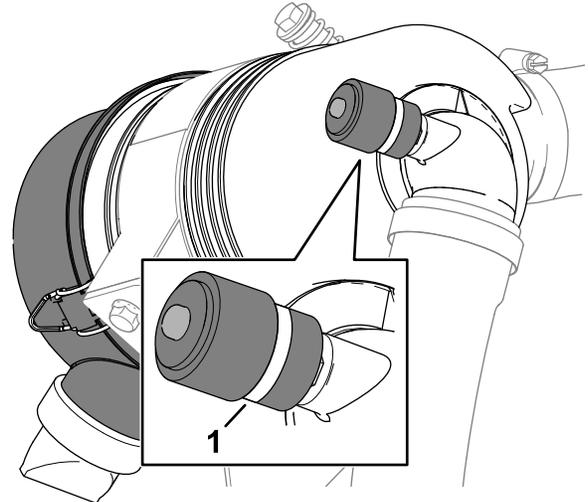

図 113
3. エアフィルタハウジングの端にある整備インジケータを確認する **図 113**。